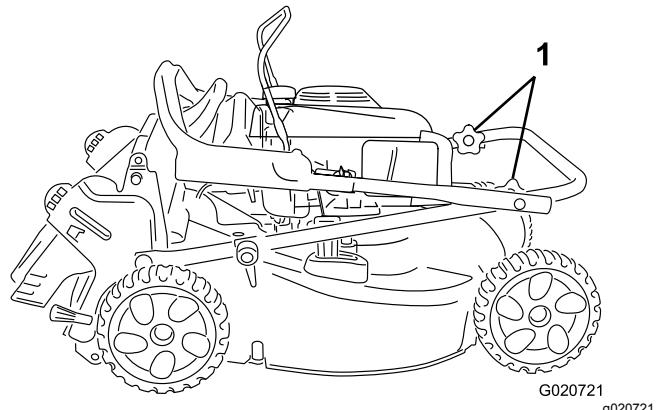

Bild 20
3. Drehen Sie das obere Teil des Griffes zurück in Richtung Motor, siehe Bild 20.